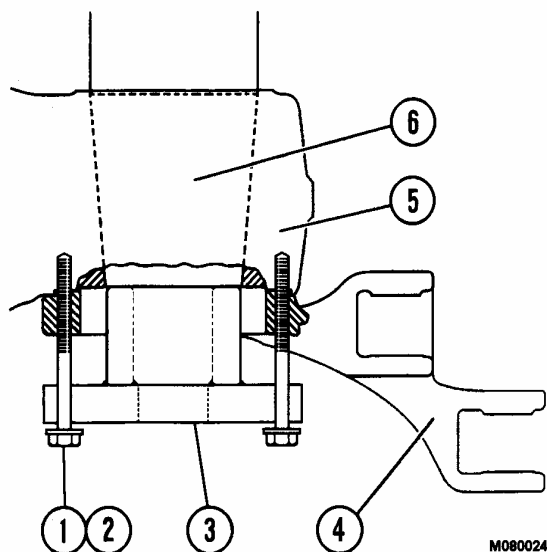

FIGURA 3-4. INSTALACION DE LA HERRAMIENTA DE DESMONTAJE DEL HUSILLO
11. Use varios pernos de 1.25 in. UNF x 800" de largo grado 8 y golillas planas endurecidas para instalar la herramienta de desmontaje del husillo en la parte inferior del brazo de dirección. (Ver Figura 3-4 para números de parte de Komatsu). Se recomienda usar lubricante, como el lubricante de chasis en las golillas e hilos de los pernos.